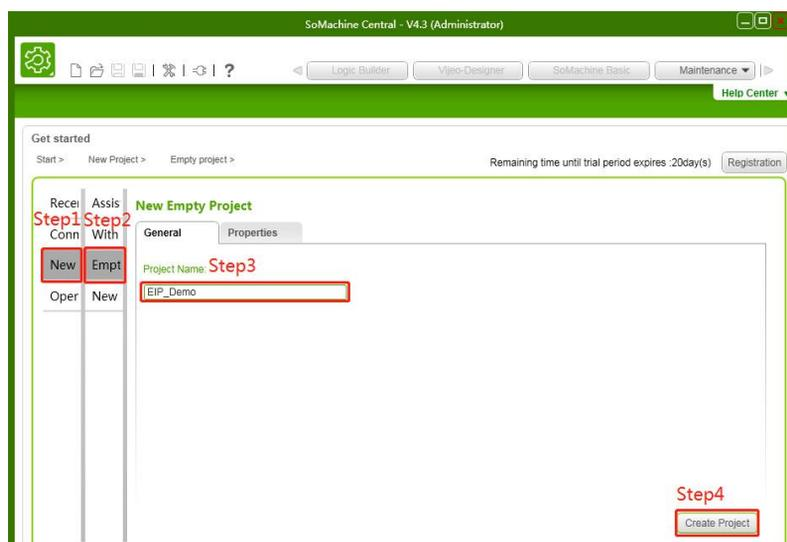

图 5-3-1
- 打开 SoMachine V4.3 软件，如图 5-3-1 所示点击“New project”，再点击“Empty project”，填写工程名称，点击“Create project”创建工程。